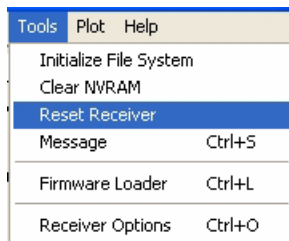

Рисунок 6-1. Tools->Reset Receiver
- Произведите аппаратный сброс приемника, используя TriVU: *Tools->Reset Receiver* (Рисунок 6-1) или с помощью MinPad (см. “MinPad” на стр. 14):